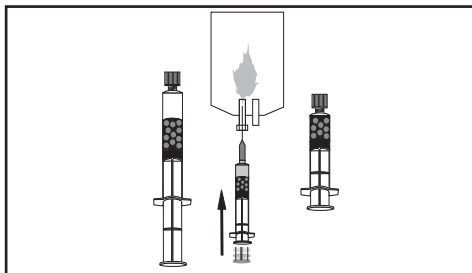

Figure 6.
- 5.2 Tout en gardant la seringue bien droite et en s'assurant de ne pas perturber les microsphères déposées, fixer une aiguille à filtre stérile à la seringue d'administration. Avec l'aiguille à filtre orientée vers le haut, expulser le surnageant (figure 6). S'assurer qu'il reste assez de surnageant à l'intérieur de la seringue d'administration pour couvrir les microsphères.